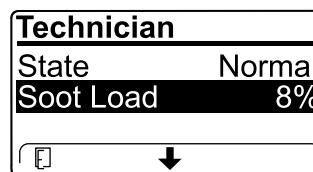

Bild 36
- Zeigen Sie die Rußlast an, die als Prozentsatz des Rußes im Dieselpartikelfilter (Bild 36) gemessen wird, siehe Tabelle für die Rußlast.